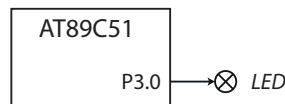

FIGURE 1 – Schéma de câblage du clignotement d'une DEL
Le programme `Timer_50ms` doit permettre de faire clignoter une DEL (*LED*), selon le schéma de câblage de la figure 1 avec une fréquence de 10 Hz. Le but de cet exercice réside dans la mise en œuvre du système de comptage *timer 0* en mode compteur 16 bits ; la précision temporelle n'est pas un objectif.
- Q6.** Effectuer le câblage selon la figure 1, programmer le microcontrôleur et tester le programme en visualisant la sortie sur un oscilloscope.
- Q2.** Déterminer la valeur du registre de gestion des interruptions (IE).
- Q8.** Effectuer le câblage selon la figure 1, programmer le microcontrôleur et tester le programme en visualisant la sortie sur un oscilloscope.